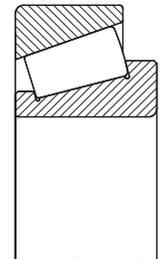

Abb. 2.12
**Kegelrollenlager** (Abb. 2.12) sind zerlegbare Radiallager. Sie bestehen aus einem Innenteil (Innenring mit Rollensatz und Käfig) und einem losen Außenring. Durch den Berührungswinkel bewirkt jede radiale Belastung eine axiale Kraftkomponente. Da Kegelrollenlager Axialkräfte nur in einer Richtung aufnehmen können, müssen sie zur Gegenführung gegen ein zweites, spiegelbildlich angeordnetes Kegelrollenlager angestellt werden. Kegelrollenlager können sehr hohe radiale und axiale Kräfte übertragen, erfordern aber gut fluchtende Lagerstellen, sowie eine sorgfältige Einstellung.